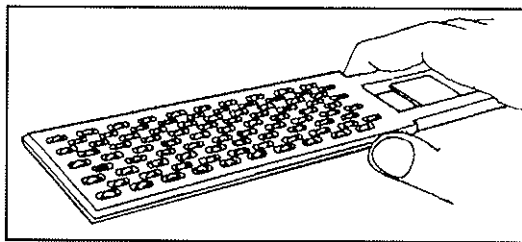

fig. 10
- 1) Introducir en la semilla el «cuentagranos» (fig. 10). Al sazarlo, pasar la mano por encima de forma que quede solamente un grano por cada cavidad (100 granos en total). Repetir la operación 10 veces para obtener 1000 granos.